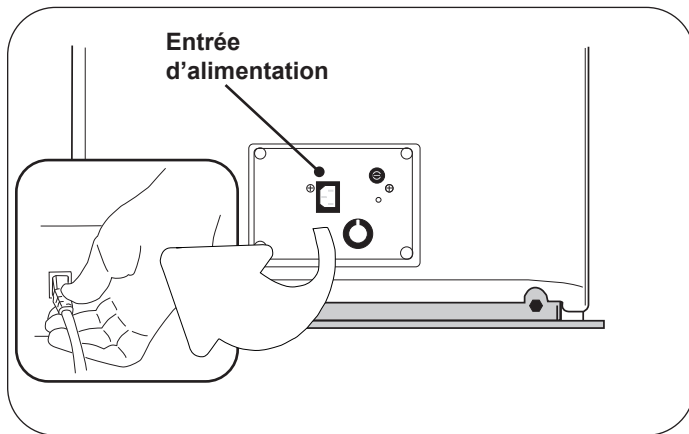

Figure 20. Entrée d'alimentation
2. Brancher la fiche femelle du cordon d'alimentation dans la prise de la table. Veiller à enfoncer complètement la fiche (Figure 20).